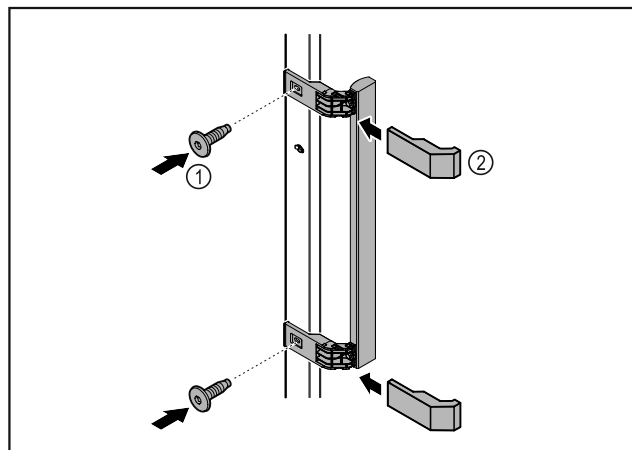

Fig. 9
- ▶ Plasser håndtaket som fulgte med, på døren med de vedlagte skruene Fig. 9 (1).
- ▶ Sett på dekslet Fig. 9 (2).